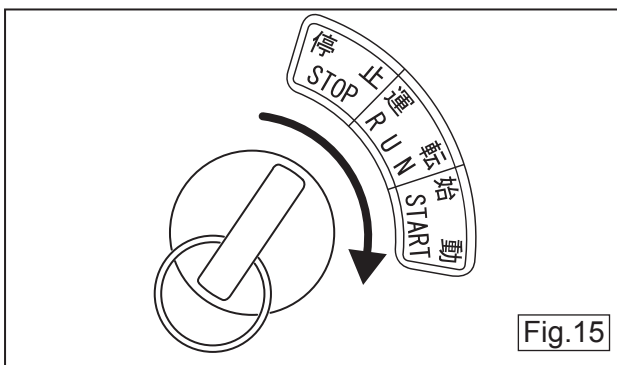

Fig.15
- 3 Drehen Sie den Zündschlüssel auf "Run" ein akustisches Signal ertönt. (Fig.15)
- 4 Danach drehen Sie den Zündschlüssel auf "START". Wenn der Motor gestartet ist, lassen Sie den Zündschlüssel sofort los. Ansonsten wird der Starter beschädigt. (Fig.15)
- 3 Stellen Sie den Zündschlüssel auf "Run" . (Fig.15)